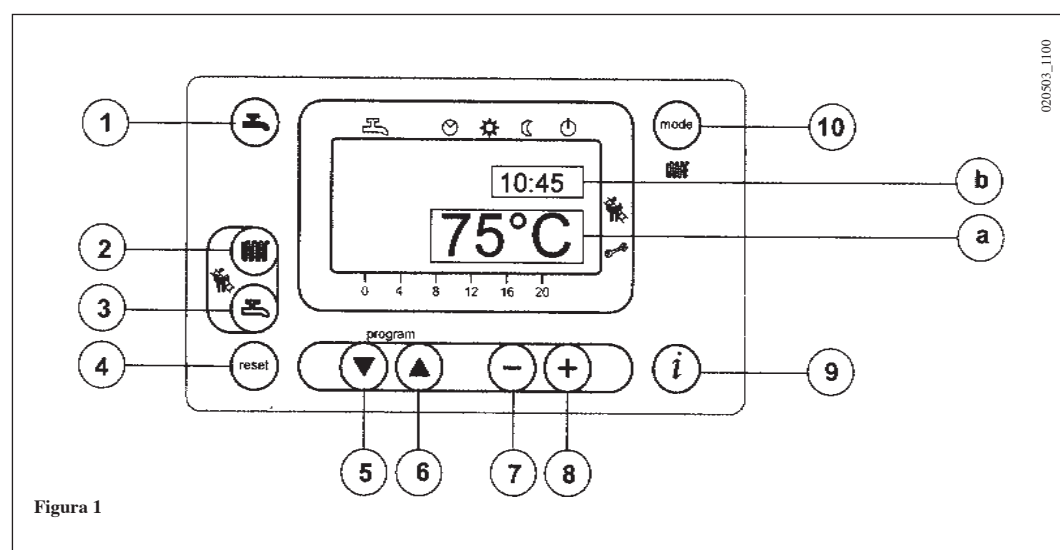

Figura 1
- Premere il tasto  (2- figura 1) per impostare la temperatura dell'acqua di riscaldamento;
- premere uno dei due tasti  (1 o 10 - figura 1) per memorizzare e ritornare al menù principale.
N.b – Con sonda esterna collegata, mediante il tasto  (2 – figura 1) è possibile effettuare la traslazione della curva di riscaldamento. Premere i tasti   per diminuire o aumentare la temperatura ambiente del locale da riscaldare.
- Premere il tasto  (3- figura 1) per impostare la temperatura massima dell'acqua sanitaria;